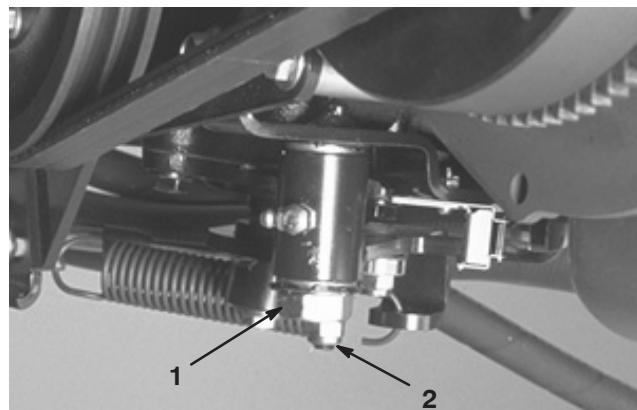

Figure 53
3. Desserrez le contre-écrou de la came de réglage de transmission (Fig. 53).